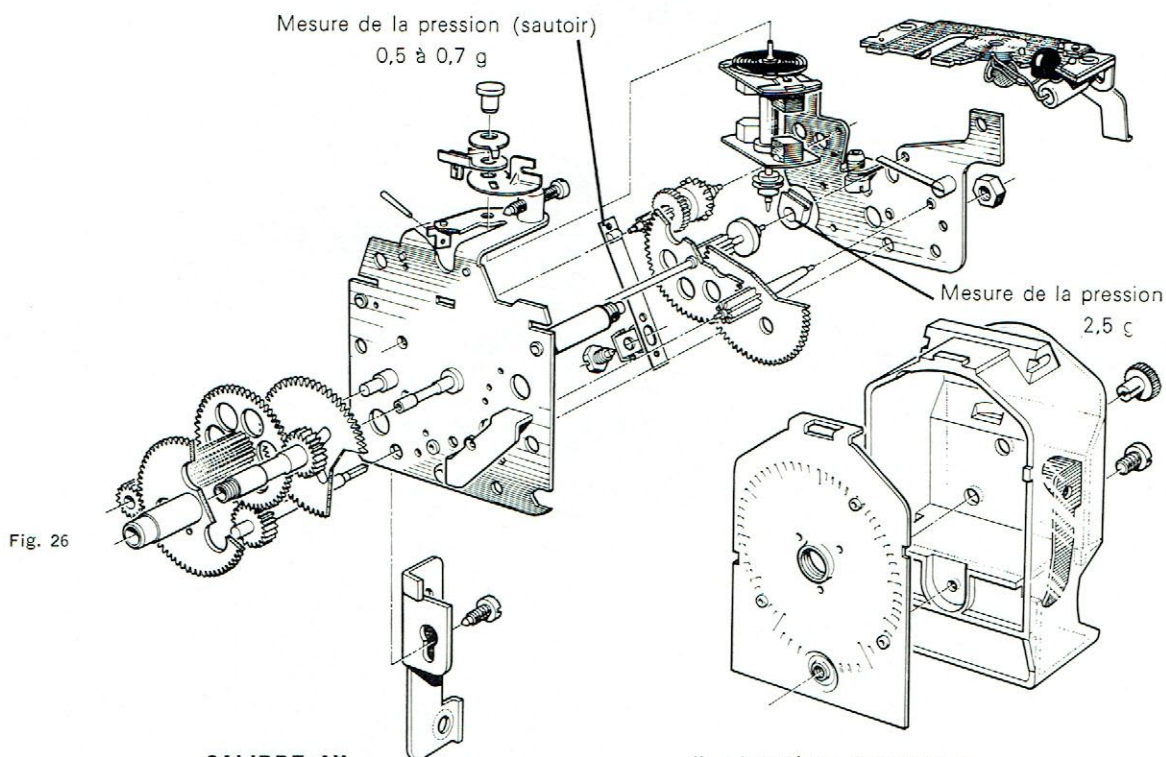

Fig. 26
- Pression du sautoir (avec un dynamomètre 0,5 à 5 g ou 0,3 à 3 g), mesure effectuée en bout du sautoir (voir fig. 26) jusqu'à « décolllement » des dents du rochet, valeur 0,5 à 0,7 g
- Pression du frein de seconde (avec un dynamomètre de 0,5 à 5 g), mesure effectuée perpendiculairement à l'axe de seconde et au milieu du coussinet (voir fig. 26), valeur 2,5 g